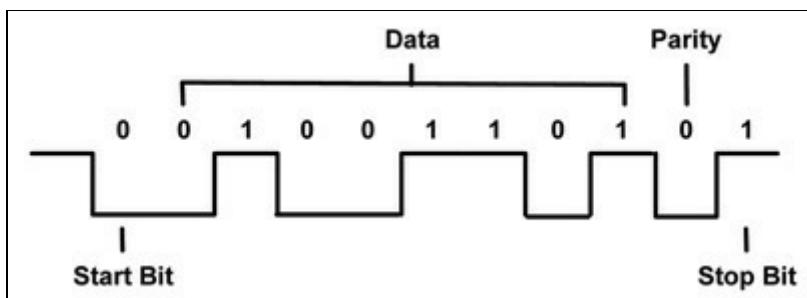

Figura C.1 Comunicazione seriale a livello di bit.
Nel Capitolo 2 avete appreso che le trasmissioni seriali richiedono solo tre fili: una massa comune, una linea (TX) per la trasmissione di dati e una linea (RX) per la ricezione di dati, come si può vedere nella Figura C.1.
Ora sapete come impostare il collegamento hardware tra i due dispositivi coinvolti in una trasmissione seriale, ma dovete ancora comprendere come vengono inviati i segnali elettrici corrispondenti. In sintesi, i due dispositivi devono stabilire un protocollo di trasmissione. Nella Figura C.1 potete vedere i segnali coinvolti nella trasmissione tipica di una serie di bit. Gli stati differenti di un bit sono rappresentati da due livelli di tensione ben distinti tra loro. In genere un bit a 0 è rappresentato da una tensione di 0V, mentre la tensione di 5V corrisponde a un bit che vale 1; altri protocolli di trasmissione utilizzano invece i livelli di tensione -12V e 12V.
parola dati, altrimenti vale 0). Nell'esempio della Figura C.1 la parità è dispari e il bit di parità vale 0 perché ci sono 4 bit a 1 nella parola 01001101.